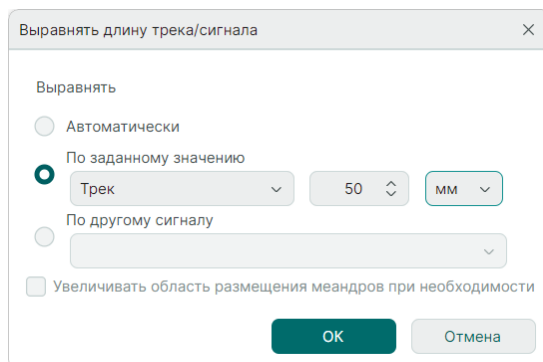

Рис. 382 Настройки выравнивания трека по заданному значению
3. Установите требуемое значение задержки/длины сигнала и единицы измерения и нажмите кнопку «ОК», см. Рис. 382.